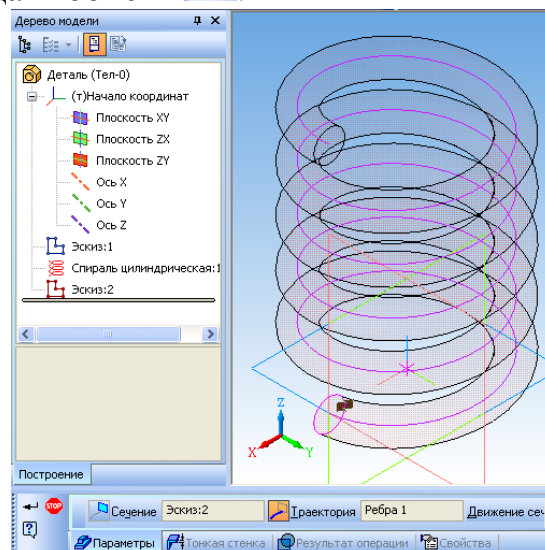

Рис. 6.
5. Выберите пункт меню *Операции – Операция – Кинематическая*. В *дереве построений* выберите пункт *Спираль цилиндрическая 1* (рис. 6) и нажмите кнопку **Создать объект** .